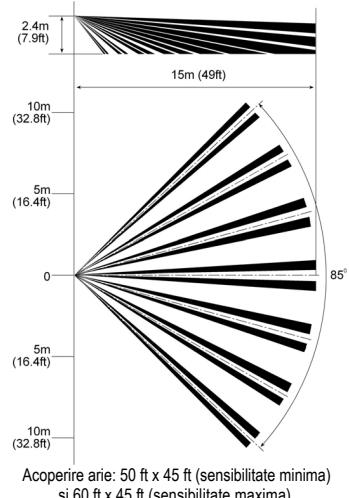

Fig 4A Model lentila | Patrón de la lente | Portée de la lentille | Area di rilevazione | Charakterystyka detekcji
Alegeți o locație care poate intercepta un intruș. Vezi modelul de detectie (Fig. 4A). Senzorul de inalta calitate Quad detectează miscarea care traversează fascicul; este mai puțin sensibilă detectia miscarii direct către detectoare. LC-100-PI / LC-120-PI are cele mai bune performante atunci când sunt plasate într-un mediu constant și stabil.
8. Conectați cablul la blocul terminal (Fig. 4A).
NOTA: Potentiometrul „SENS“ poate fi necesar să fie ajustat la poziția maximă pentru a atinge aria maximă de acoperire, aşa cum este indicat în fig. 4A.
Elega una ubicación en la que estime más probable la intercepción de un intruso. Véase el patrón de detección (Fig. 4A). El detector Quad alta calidad detecta el movimiento que cruza el haz, y es menos sensible en la detección del movimiento hacia el propio detector. Las performances du LC-100-PI / LC-120-PI sont optimales lorsqu'il se trouve dans un environnement constante et stable. **Evitez les emplacements suivants**
8. Conectar los cables en los bloques de terminales. (Fig. 4A)
NOTA: Puede que tenga que ajustar el potenciómetro "SENS" a la posición Máxima para conseguir la máxima superficie de cobertura, tal y como se indica en la fig. 4A.